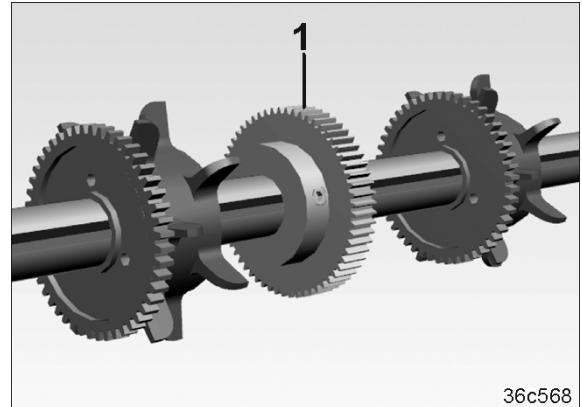

Рис. 230
8. Смонтируйте зубчатое колесо (Рис. 230/1) на высевающем валу для бобовых.